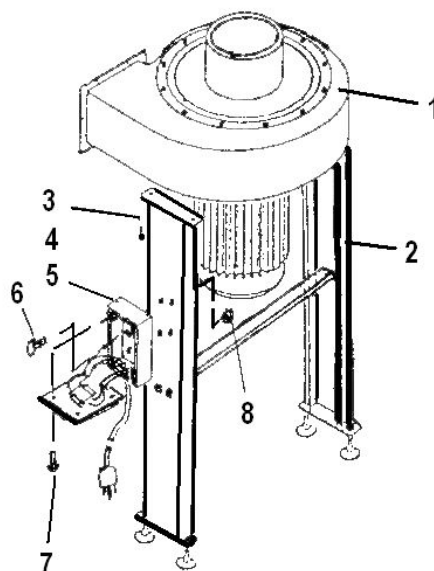

Fig. 2
2. Fixez le boîtier de la turbine (1) aux deux pieds de support (2) à l'aide de 4 boulons hexagonaux M8x16 (4) et de 4 rondelles (3). Retirez les 4 vis sur le boîtier de l'interrupteur, montez sur la surface latérale des pieds de support à l'aide des 4 vis à tête cylindrique M5X16 (6) et de l'écrou hexagonal M5 (8), puis fixez l'interrupteur. Voir la figure 2.